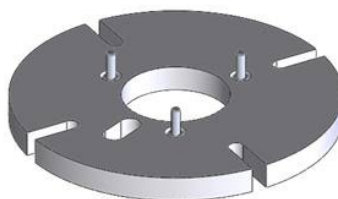

Ilustración 26: Pernos cautivos
- Asegúrese de que los pernos cautivos de la placa de fijación para asegurar a la carcasa del cojinete estén instalados en la placa de fijación (Ilustración 26).